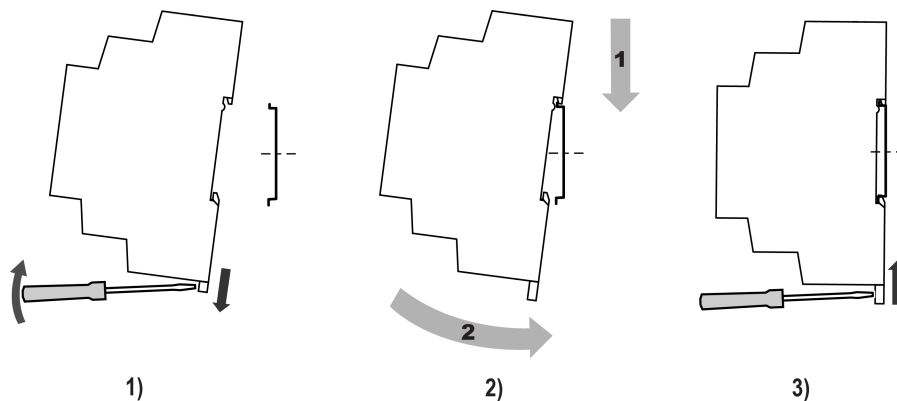

Рисунок 4.1 – Установка прибора
2. Вставив отвертку в проушину, оттянуть защелку (см. рисунок 4.1, 1);
3. Установить прибор на DIN-рейку в направлении стрелки 1 (см. рисунок 4.1, 2);
4. Прижать прибор к DIN-рейке в направлении, показанном стрелкой 2. Отверткой зафиксировать защелку ((см. рисунок 4.1, 3);
2. Прodelать действия с рисунок 4.1 в обратном порядке.